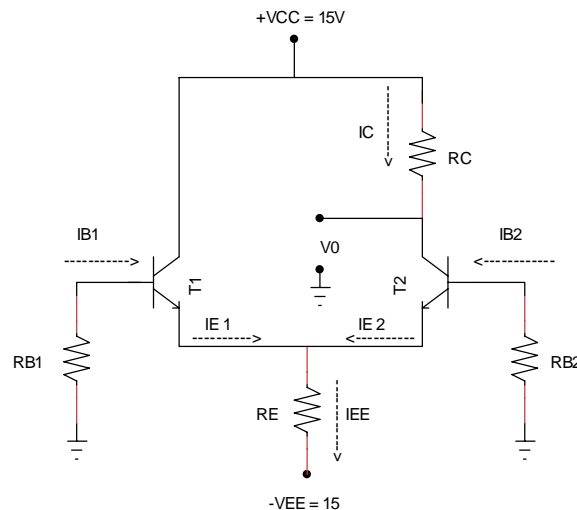

Figura. 3
- a) Construya el circuito mostrado en la figura 3, utilizando valores de $R_{C2} = R_E = 12\text{ k}\Omega$, y valores de $R_{B1} = R_{B2} = 27\text{ k}\Omega$.